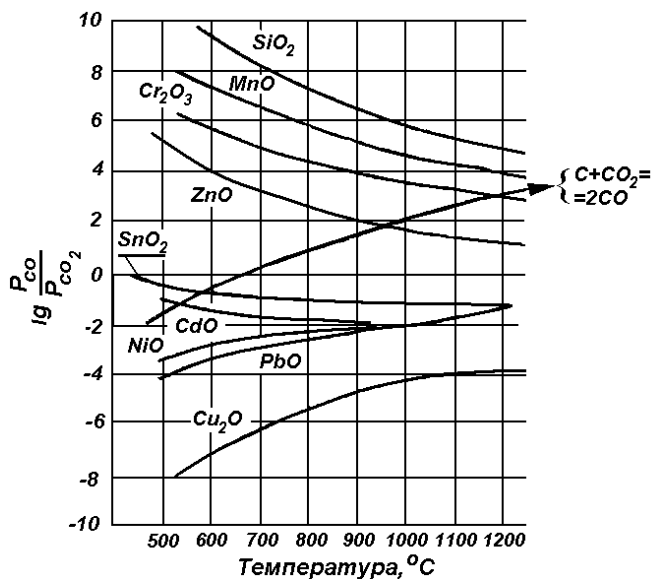

Рисунок 2 - Зависимость равновесного давления CO от температуры
9. В какой группе приведены оксиды металлов, которые восстановятся при 1100 °C (смотрите рисунок 2)?